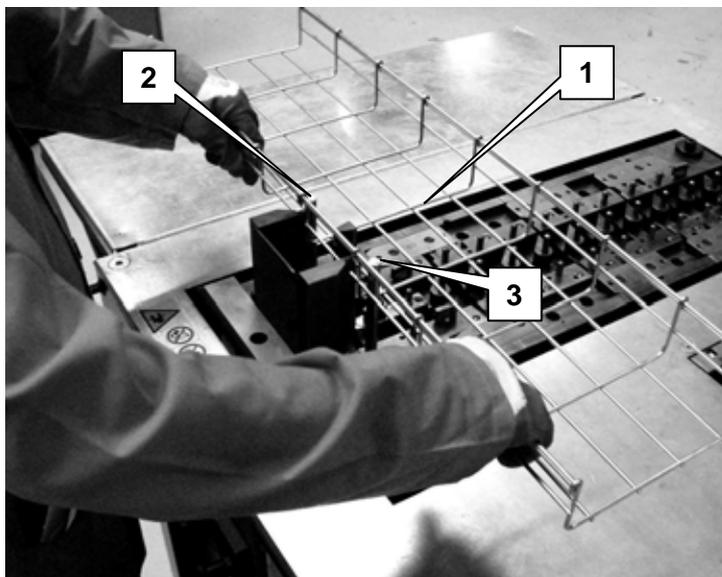

Figura 4.65 – Posizionamento della passerella
3. inserire il settore mediano della curva da eseguire **1** come indicato nella figura 4.65 assicurandosi che i fili siano correttamente posizionati tra i perni **2** e **3** per tutta la sua larghezza (figura 4.65).